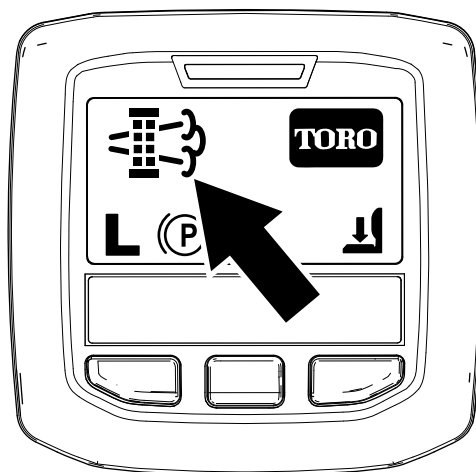

Figura 54
- Cuando el ordenador del motor solicita una regeneración con la máquina aparcada o una regeneración de recuperación, aparece el icono de solicitud de regeneración (Figura 54) en el InfoCenter.